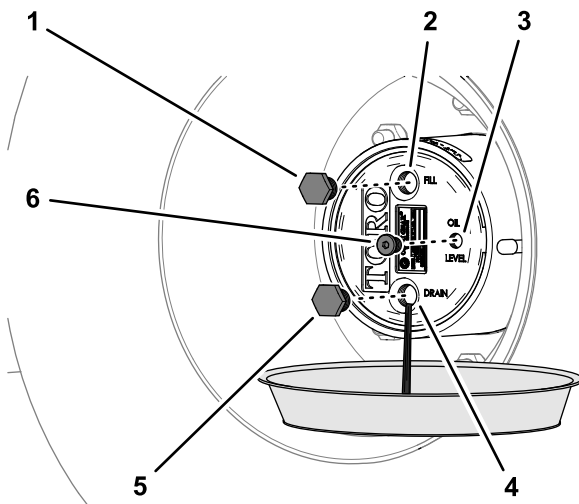

Figura 87
2. Coloque un recipiente debajo del buje del engranaje planetario, retire el tapón de vaciado, el tapón de llenado y el tapón de verificación y deje que se drene por completo el lubricante (Figura 87).